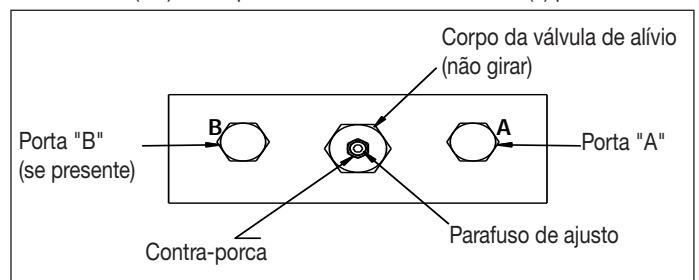

Figura 25: Detalhes de Ajuste
1. Instale um manômetro de 0-1035 bar [0-15.000 psi] na porta "A" (consulte a Figura 25).